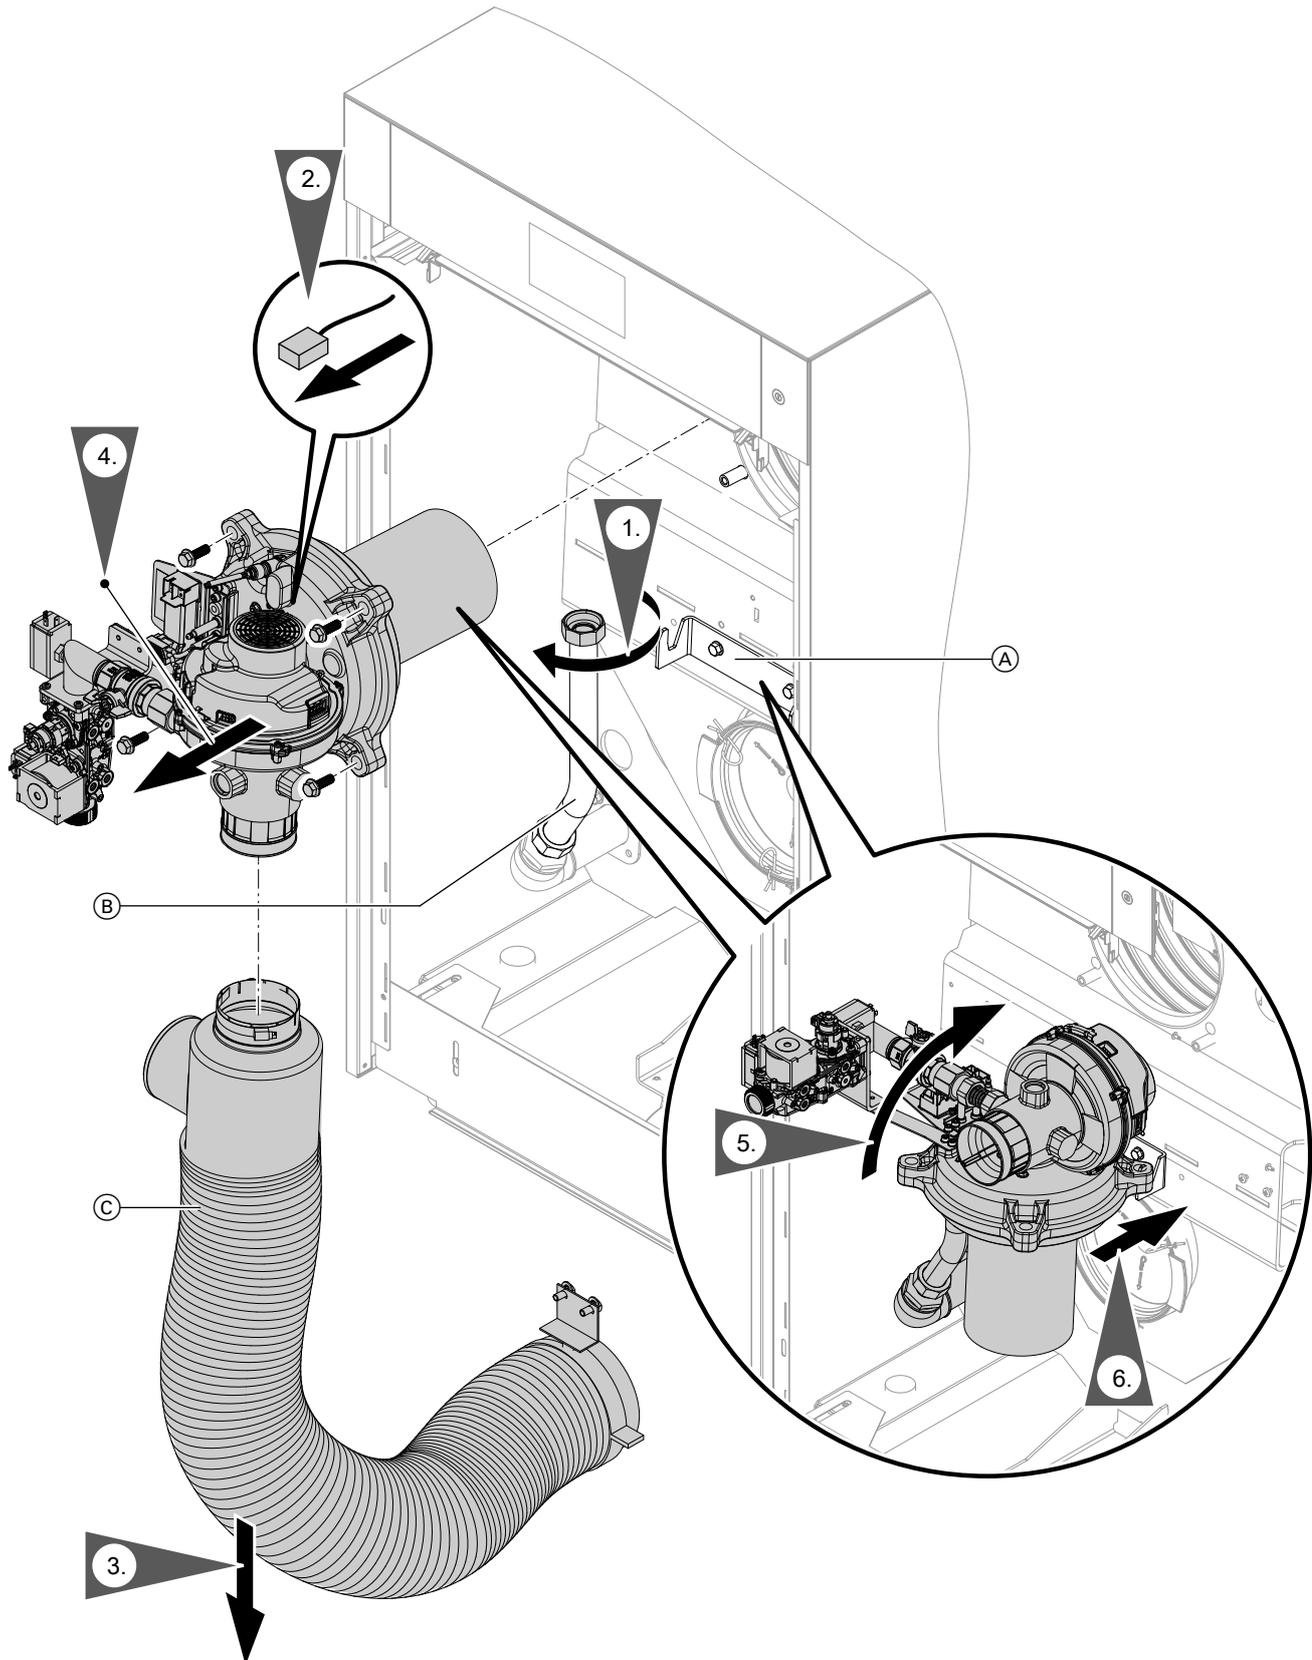

Abb. 61 Beispiel Brennermodul 150 mit RLU-Set
Die Brenner-Wartungshalterung kann auch an die Wand geschraubt werden. Brenner-Wartungshalterung siehe (A) in Abb. 61.